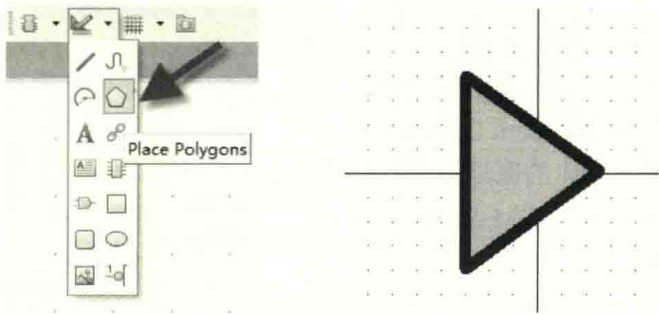

图 3-32 绘制三角形
- (2) 执行菜单命令“Tools-New Component”，新建一个名称为“74HC00”的元素。
- (3) 利用绘制多边形命令“Place-Polygons”绘制一个三角形，如图 3-32 所示。